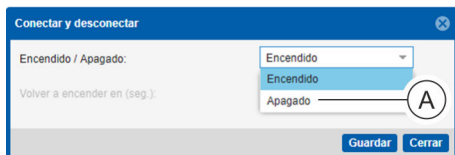

Fig. 102: Ventana "Conectar y desconectar"
4. ▶ En la ventana "Conectar y desconectar", seleccione en el menú de selección "On/Off" la opción "Off" (para desconectar) o la opción "On" (para conectar) (Fig. 102/A).